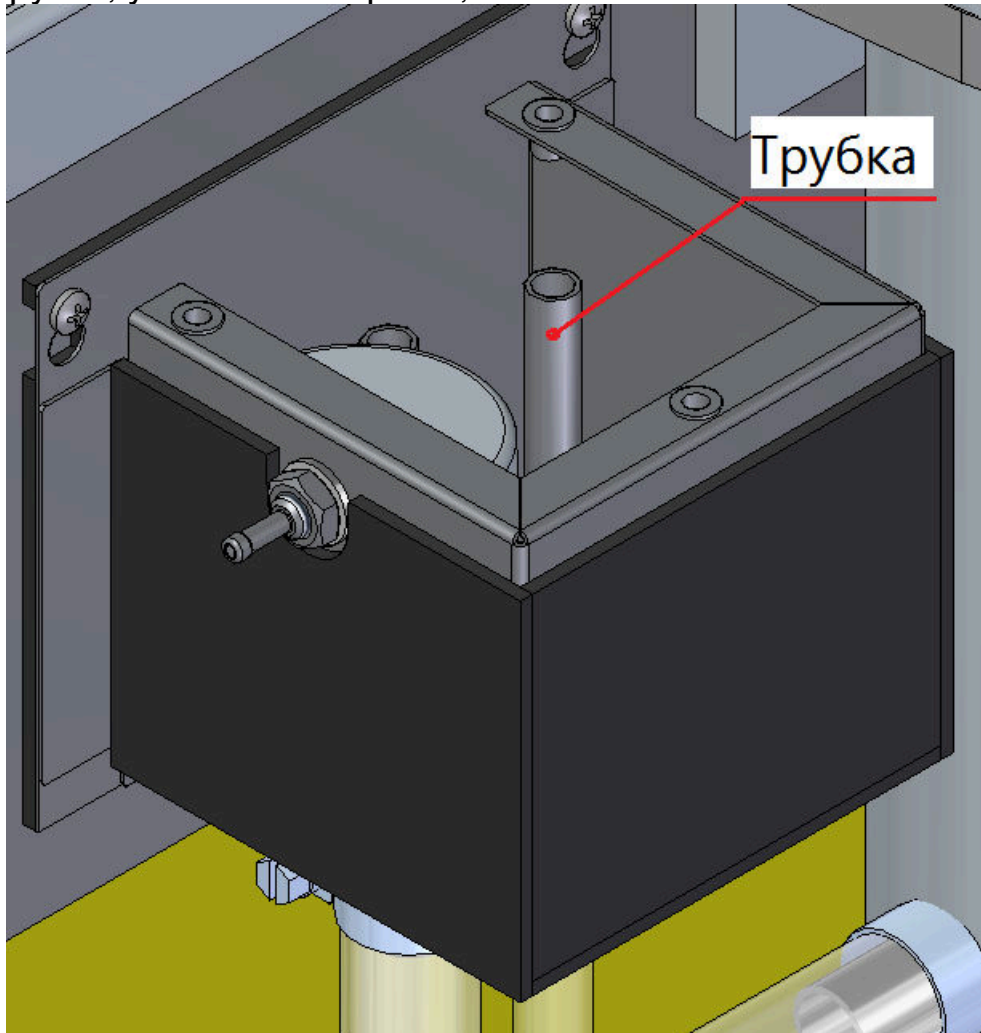

Рис. 5 Расположение трубки
- заполнить ванну 25% раствором пищевого уксуса 9% в воде до верхнего края трубки, указанной на рис.5;
- заполнить ванну санифицирующим раствором до верхнего края трубки, указанной на рис.5;